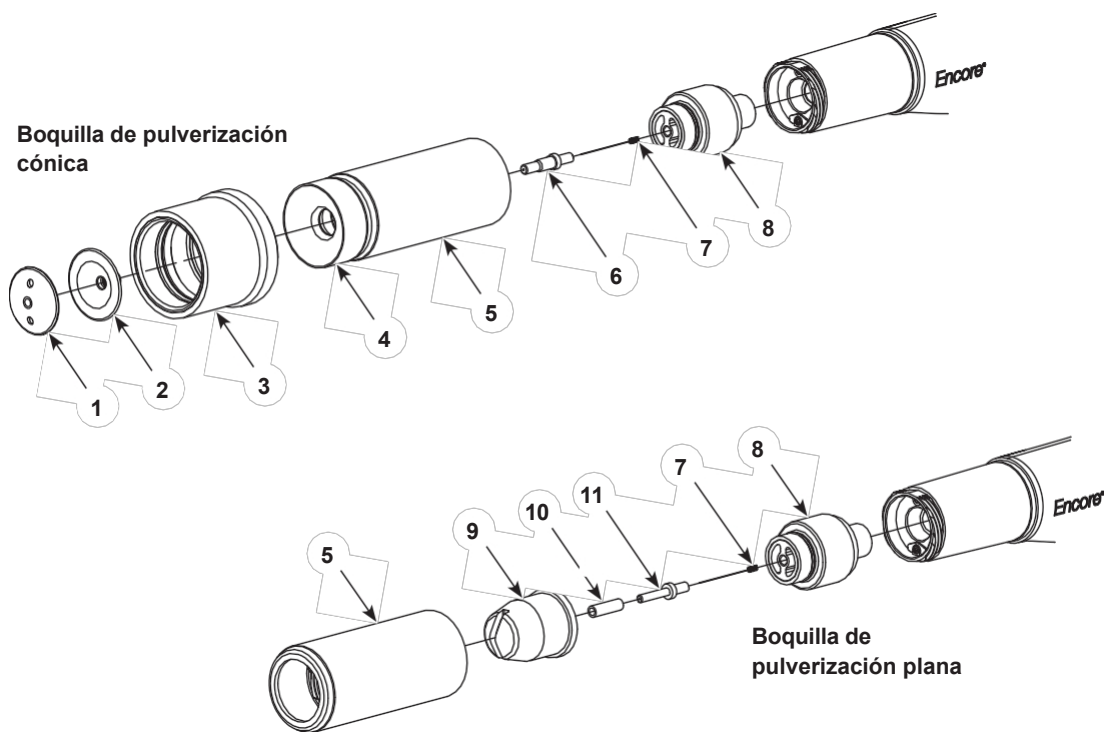

Figura 3-5 Cambio de un de conical a plana o de esquina (se muestra con una boquilla de pulverización plana)
Véase la figura 3-5. Para cambiar la boquilla cónica estándar por una boquilla plana o angular, se deben pedir los siguientes artículos.
2. Véase la figura 3-5. Retire la boquilla de la pistola: